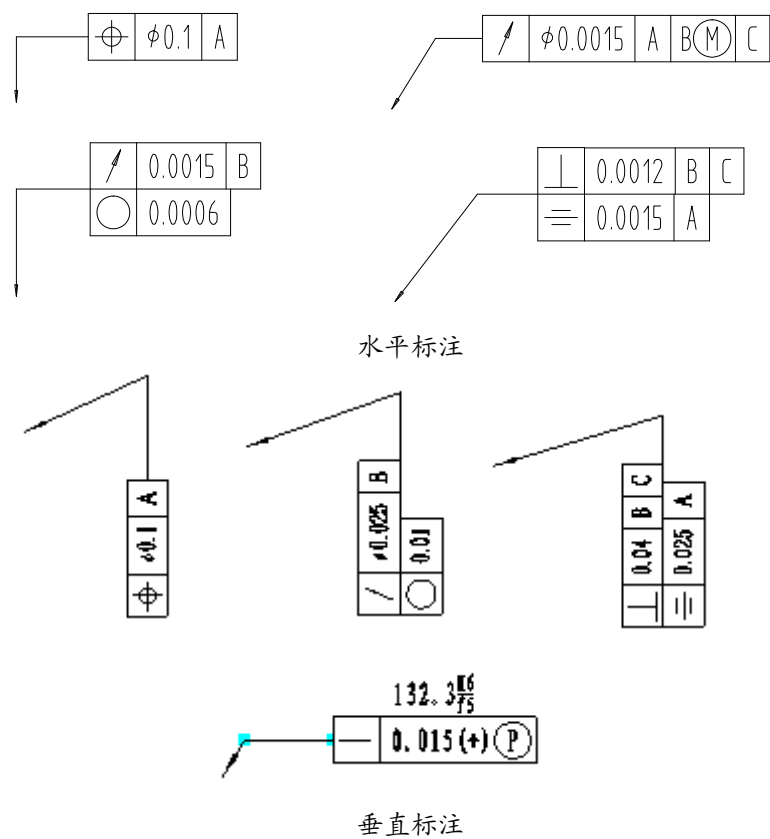

图 6-58 形位公差标注实例
(3) 形位公差数值分区：符号②表示处，它包括：
- 数值输入框：用于输入形位公差数值，如图 6-58 中的 0.015；
- 相关原则：它弹出列表框，可选项为（空），（P）：延伸公差带、（M）：最大实体要求、（E）：包容要求、（L）：最小实体要求、（F）：非刚性零件的自由状态条件。如图 6-58 中，选中后缀为（M）。选中与修改各内容后立即在预显区内显示，如图中的  $\phi$  0.1。
(4) 公差查询：符号③表示处，在选择公差代号、输入基本尺寸和选择公差等级以后自动给出公差值。图 6-58 为形位公差图例。
(5) 附注：符号④表示处，单击【尺寸与配合】按钮，可以弹出公差输入对话框，可以在形位公差处增加公差的附注。
(6) 基准代号分区：符号⑤表示处，分三组可分别输入基准代号和选取相应符号（如【P】、【M】、或【E】等），如图中的 A、B、C。
(7) 行管理区：符号⑥表示处，【当前形位公差】所指的部分，它包括三项：